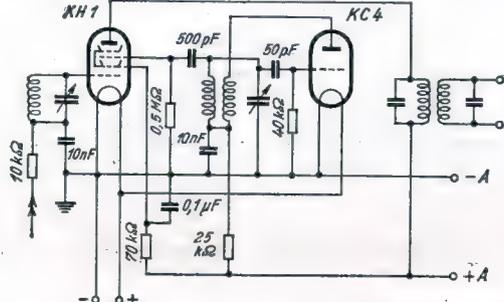

Bild 5. Schaltung der Sechspolröhre KH 1.
- KH 1** Sechspolröhre, Sockel 93, Schaltung Bild 5